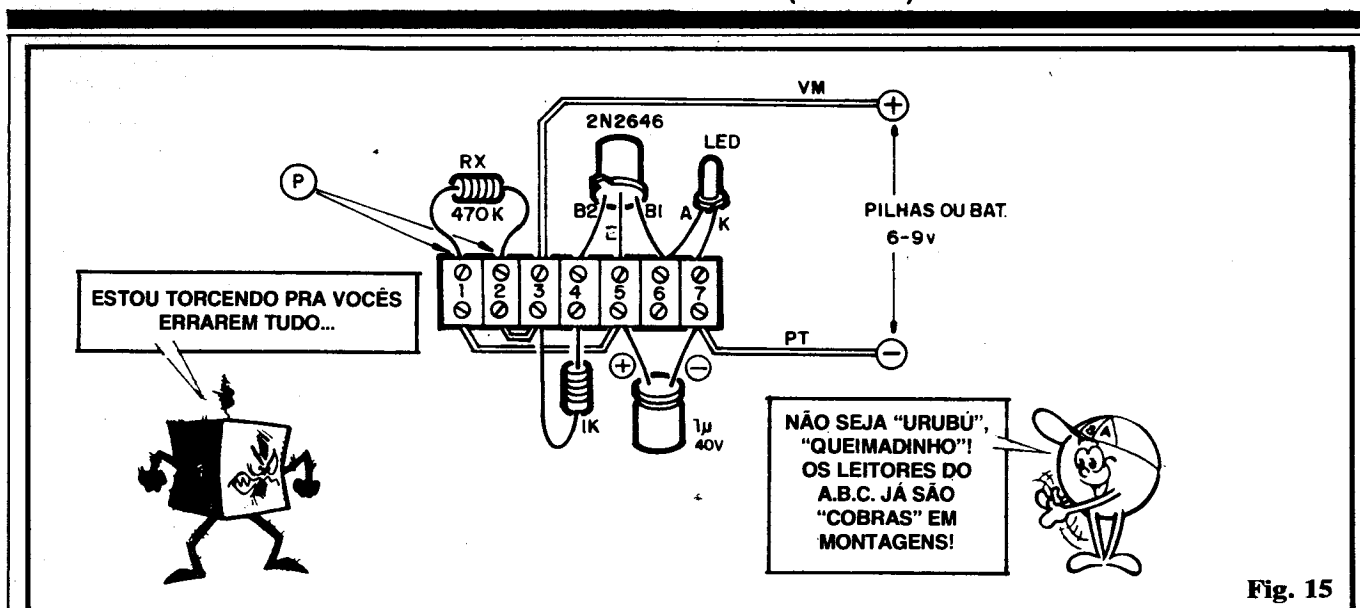

Fig. 15
- **FIG. 15** - "Chapeado" da montagem experimental... Os "mace-tes" para implementação de um circuito, sem solda, em barra de conectores, já foram exaustivamente mostrados em ABC. Inclusive na presente Revista/"Aula", o Leitor encontra, na Seção TRUQUES & DICAS, uma matéria renovando o assunto, e propondo a construção de uma "MESA DE PROJETOS" home made, que poderá, perfeitamente, servir de base à Experiência. **ATENÇÃO** à identificação de "pernas" do TUV e do LED, polaridade do ca-